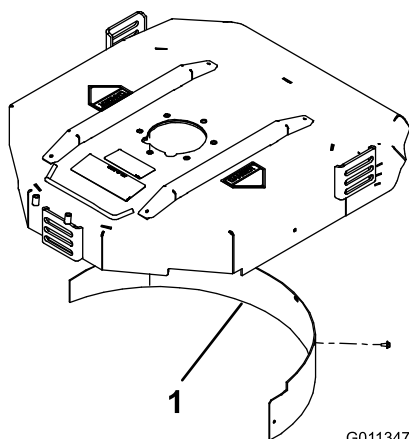

図 4
2. 後部の取り付け穴にマルチングバッフルを取り付け、フランジヘッドボルト 5 本で固定する図 4。